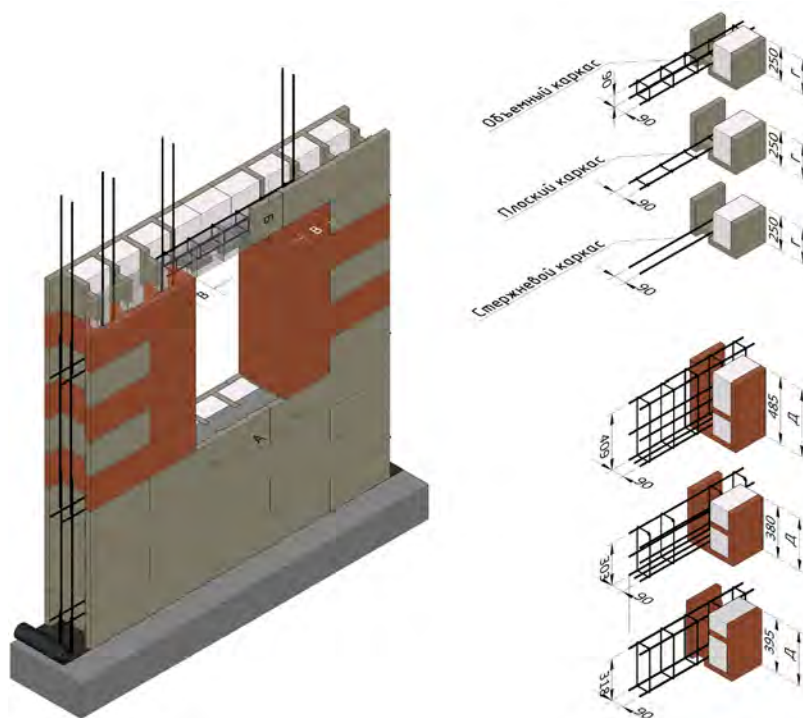

Рис. 15.5
15.5.1 При армирование верхней части проема возможно применить три типа арматурного каркаса. (см. рис. 15.5)
(см. рис. 15.5 «В»)